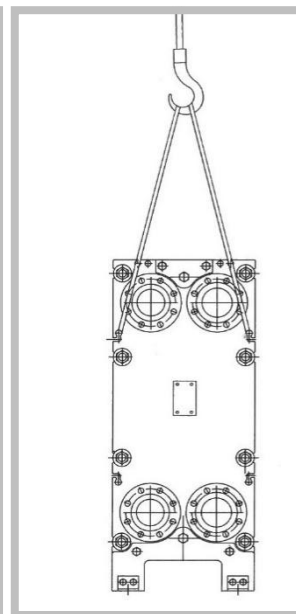

Figura 27
4. Desça o PCP cuidadosamente sobre os pés do aparelho (figura 27).